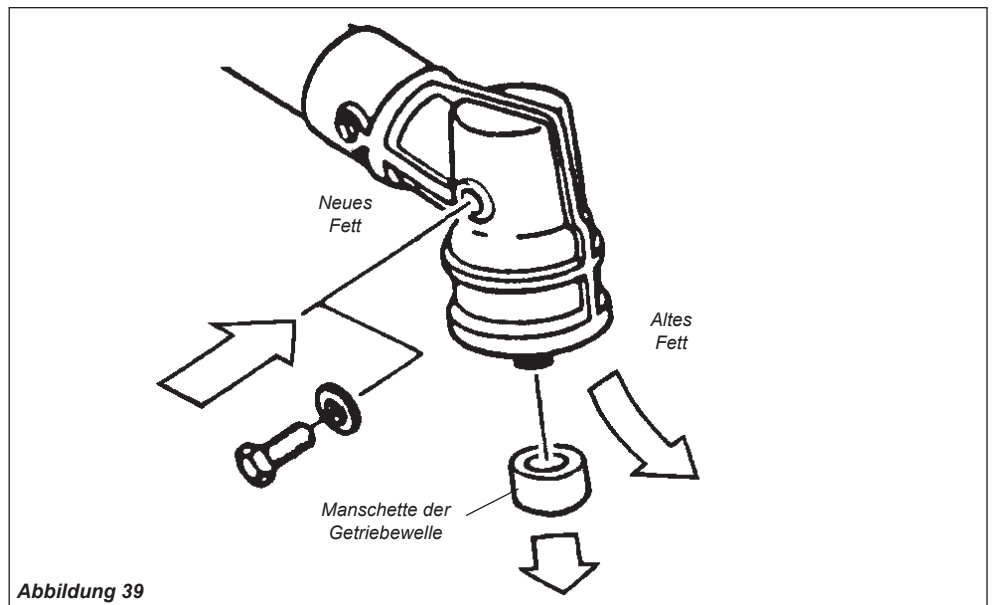

Abbildung 39
- Entfernen Sie das Schneidwerkzeug, den Schneidwerkzeughalter und die Manschette auf der Getriebewelle. Entfernen Sie dann die Einfüllkappe an der Seite des Getriebes, und drücken Sie neues Schmiermittel in das Getriebe, bis das alte Fett aus dem Getriebe austritt. Verwenden Sie nur Lithiumfett (z.B. Getriebschmiermittel von Shindaiwa oder vergleichbares Schmiermittel). Siehe Abbildung 39.